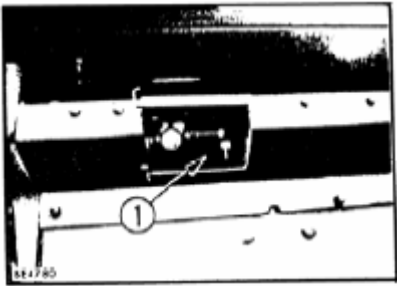

Рисунок 2-7
8. Топливный бак (рисунок 2-7)